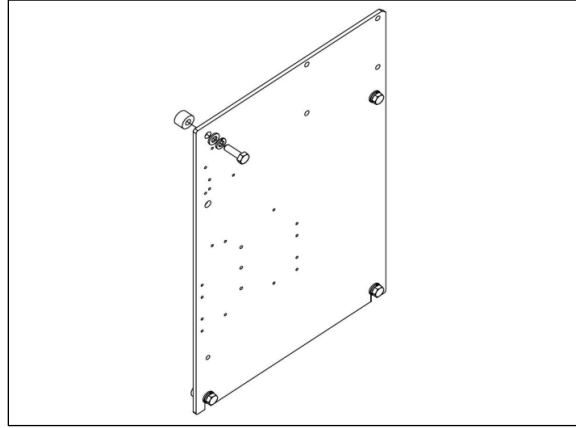

图 9. J22 安装板垫片
1. 参见 图纸 → 图 9 中的安装板外形尺寸，以在客户提供的外壳中进行合适的开孔。